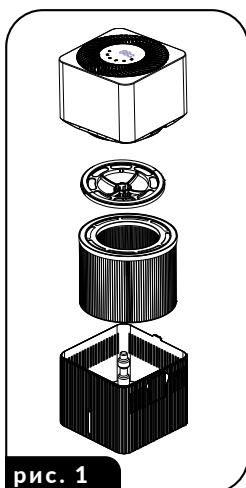

рис. 1
4. Снимите кожух (3) с устройства, снимите стопорное кольцо поплавка (4), а затем выньте фильтр (6) - (рис. 1). Снимите защитную пленку с фильтра (если фильтр защищен ею) и вставьте его обратно внутрь емкости (10). Снова установите поплавковое кольцо и наденьте кожух (3) на емкость. Корпус (3) подходит к емкости для воды (10) в одном правильном положении.
5. Наполните водой емкость для воды (10).